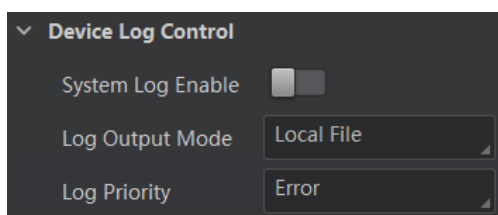

图9-2 本地存储模式
- 当选择 *Local File* 时，为本地存储模式，系统日志将保存在设备内部，如图 9-2 所示。